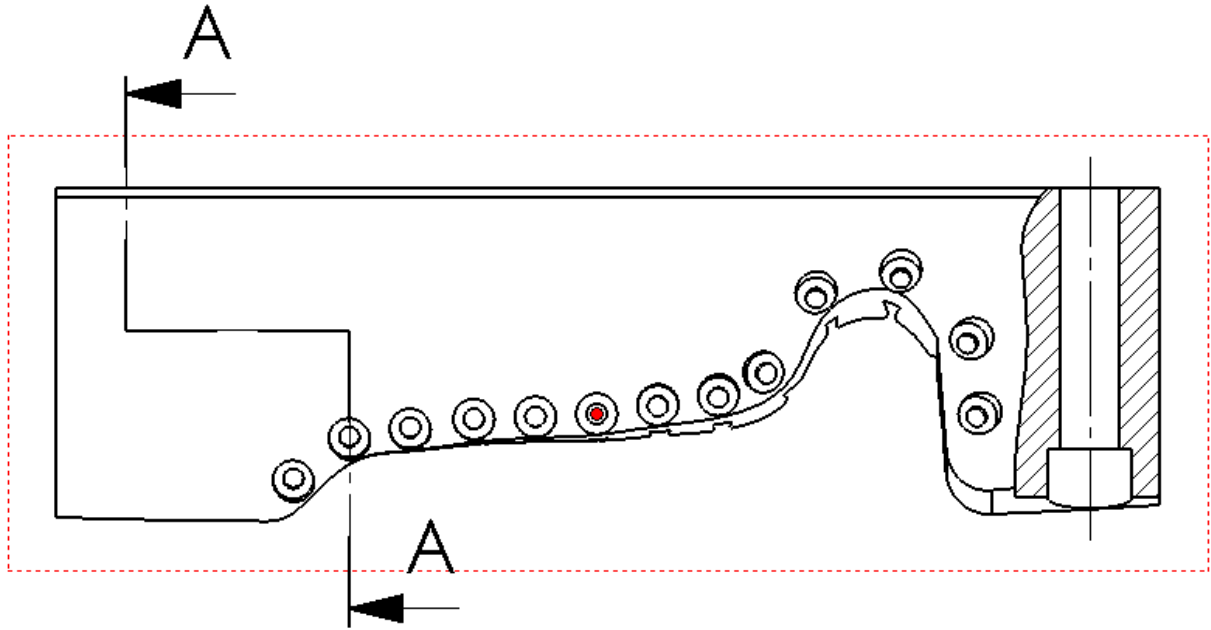

Рис. 28
2. Подведите курсор к центру отверстия, так чтобы высветилась взаимосвязь **Совпадение**, как показано на рис. 28: